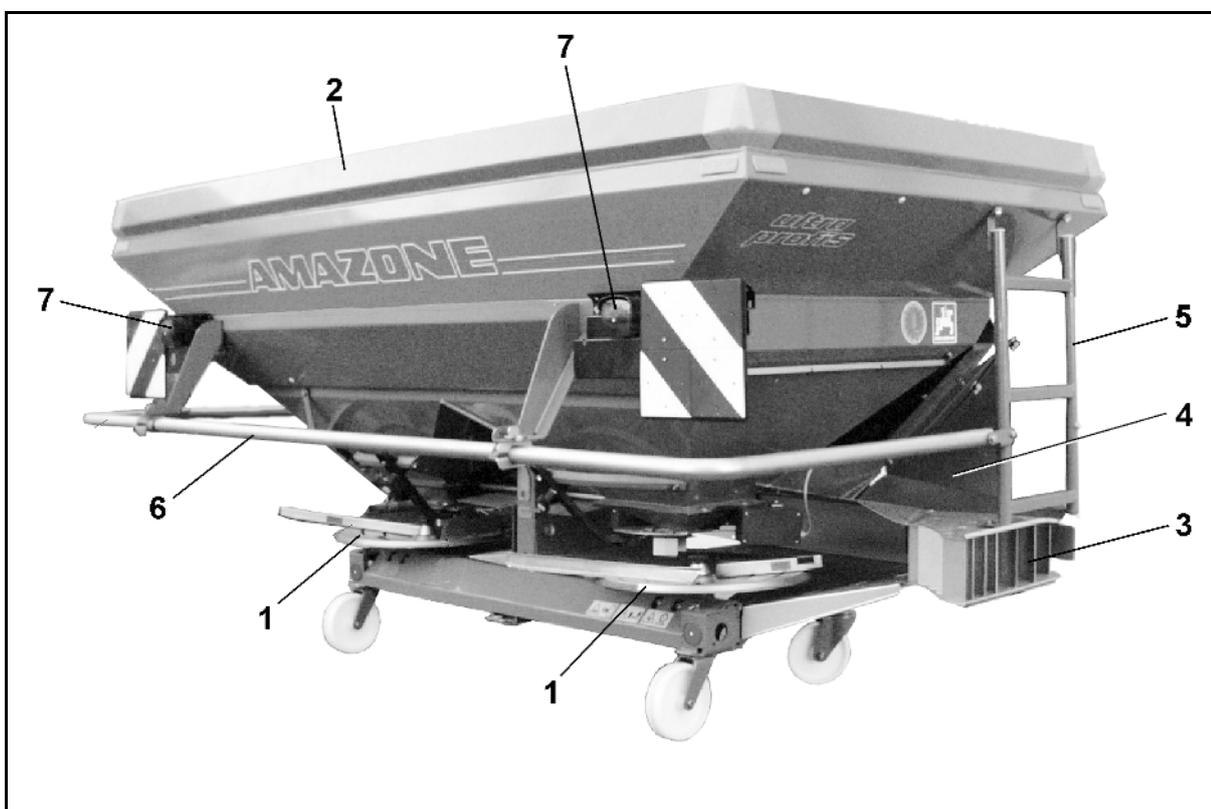

Fig. 45
- Streuscheiben (Fig. 45/1),
- Aufsatz (Fig. 45/2),
- Trimmer rechts und links (Fig. 45/3)
- Schmutzfänger rechts und links (Fig. 45/4)
- Leitern rechts und links (Fig. 45/5)
- Rohrschutzbügel (Fig. 45/6)
- Beleuchtung (Fig. 45/7)